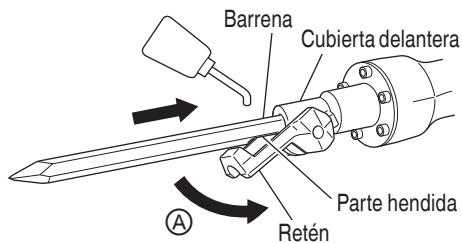

Fig. 5
- (1) Limpie, y después unte la parte del vástago del accesorio con grasa o aceite de máquina.
(2) Mueva el retén hasta la posición de apertura (A). Alinee el vástago de forma que la parte hendida quede debajo de la abrazadera y asiente el accesorio, tal como una barreta de punta, una cortadora, etc., en el orificio hexagonal de la cubierta frontal (consulte la Fig. 5).